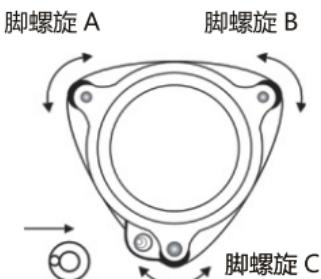

图 1
(1) 将脚架安置在测试点上，仪器安装 在三脚架基座强制中心孔内，锁紧基座固定钮，使仪器稳定。
(2) 调节三脚架高度，使望远目镜高度与观测高度大致相同。
(3) 相向转动脚螺旋 A、B 使气泡移至垂直于 A、B 连线的圆水准器线上（图 1），转动脚螺旋 C，使水泡居于圆水准器中心（图 2）。